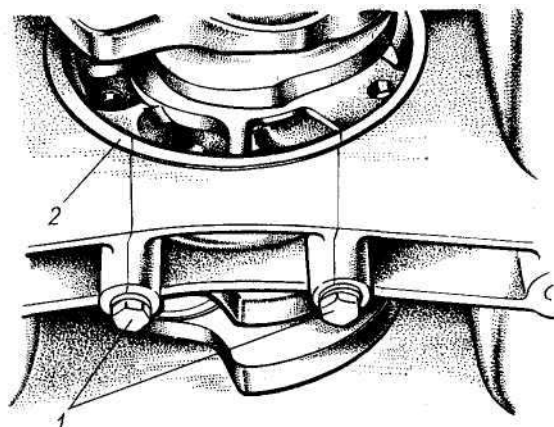

Рис. 47. Крепление средней опоры:
- отвинтите четыре гайки крепления передней опоры и два болта 1 (рис. 47) крепления средней опоры к картеру и извлеките их;